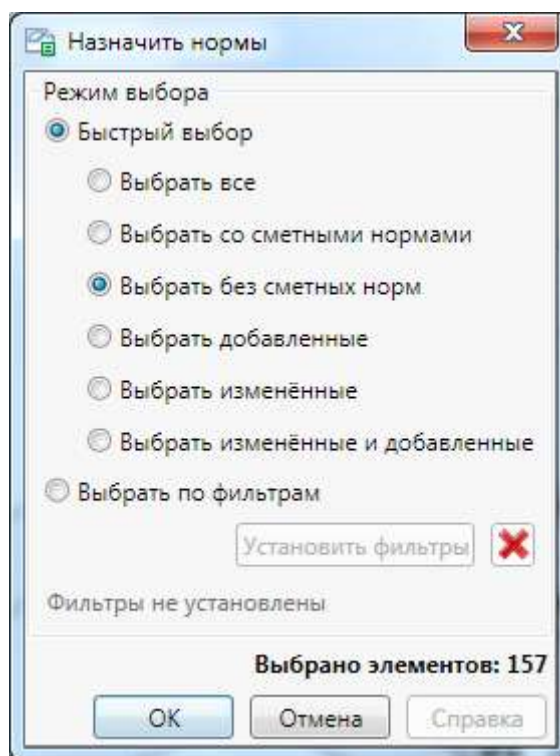

Рис. 24. Назначить нормы
- в случае, если в проекте не выбрано ни одного элемента, то открывается диалоговое окно **Назначить нормы** (рис. 24).